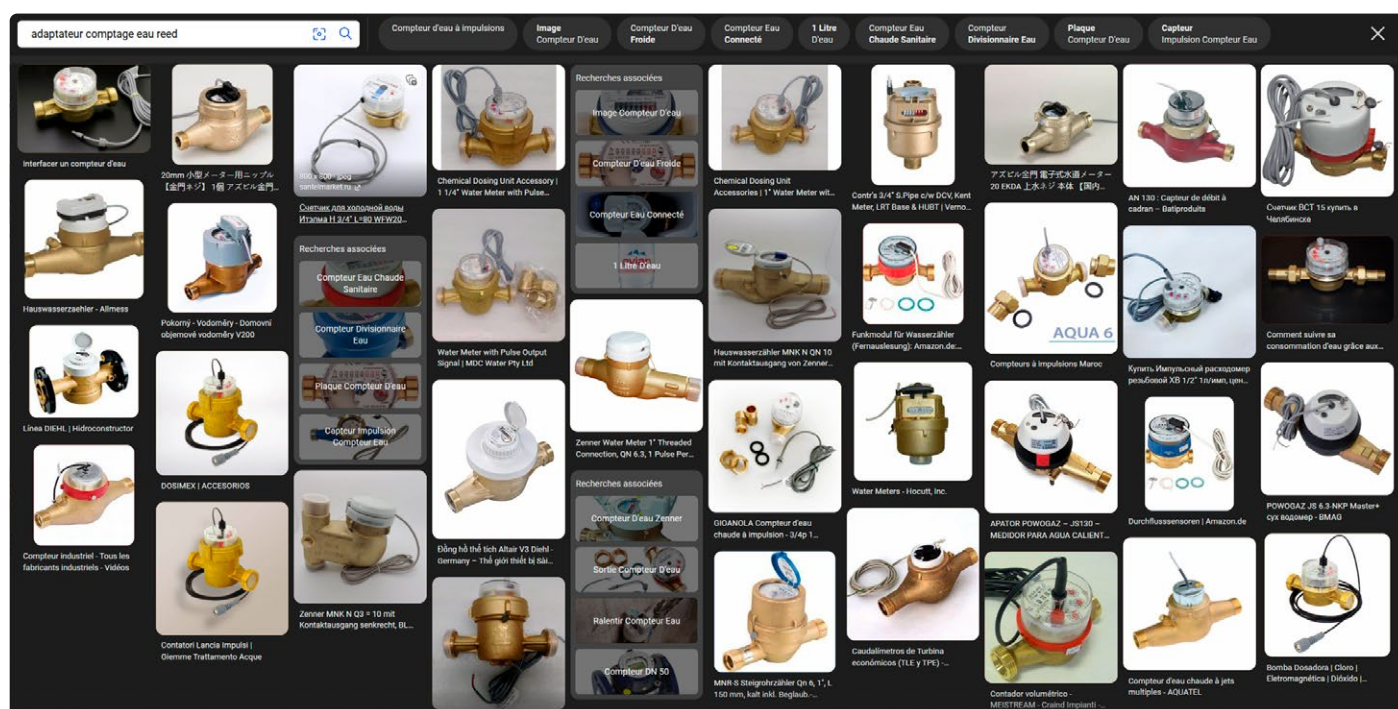

Figure 2. On trouve facilement des capteurs Reed pour tous les types de compteurs.
- Connexion directe (via un optocoupleur pour éliminer les interférences) au capteur Reed intégré à mon compteur d'eau situé à environ 40 mètres, contre le mur d'enceinte de ma propriété. Notez que si vous n'avez pas de compteur équipé d'un capteur, vous pouvez facilement trouver des adaptateurs de relais Reed pour n'importe quel compteur existant (**figure 2**).